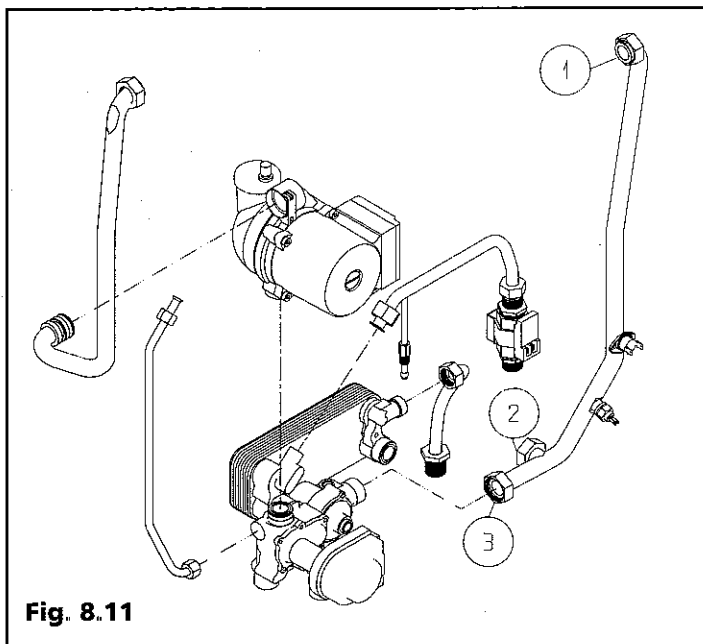

Fig. 8.11
8.9 Gruppo Idraulico (Fig. 8.11)